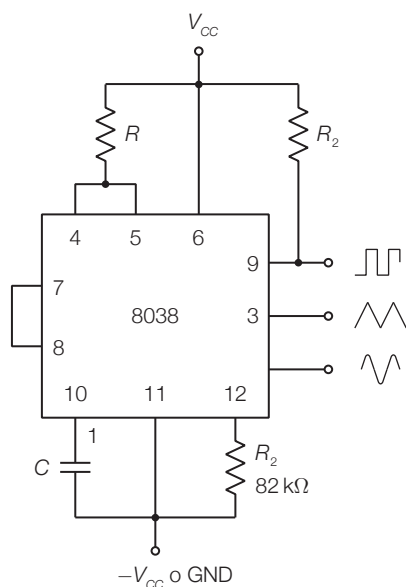

FIGURA 2 Esempio di connessione del generatore di funzioni integrato 8038.
- La frequenza di oscillazione e il duty-cycle dipendono dal condensatore C e dai resistori esterni; con riferimento alla connessione di FIGURA 2 la frequenza è data da $f = 0,15 / RC$.